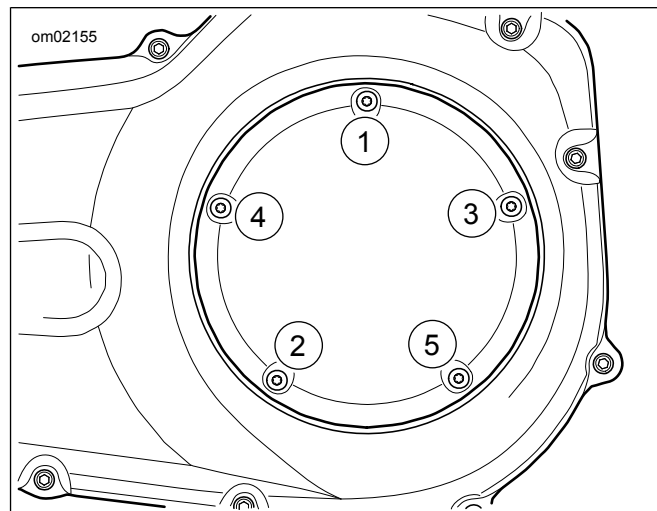

Abbildung 2. Anzugsreihenfolge
5. Siehe Abbildung 2 > . Kupplungsinspektionsdeckel-Schrauben in der angegebenen Reihenfolge festziehen.